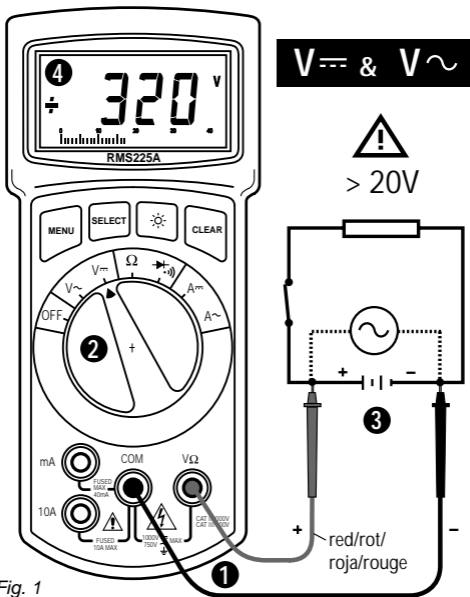

Fig. 1
## **DC AND AC VOLTAGE MEASUREMENT (See Fig. 1)**
① Connect test leads as shown in figure 1. ② Turn function selector switch to  $V \sim$  or  $V \text{---}$ . ③ Touch Probe tips across voltage source (in parallel with circuit). ④ Voltage value will appear on Digital Display along with the voltage polarity (for DC).
### ***D • Gleich- und Wechselspannungsmessung (Siehe Fig. 1)***
- ❶ Meßkabel gemäß Fig.1 verbinden.
- ❷ Funktionsschalter auf  $V\sim$  or  $V=$  stellen.
- ❸ Meßspitzen mit Meßkreis verbinden – parallel zur Spannungsquelle.
- ❹ Meßwert ablesen (automatische Polaritätsanzeige bei DC Messungen).
## E • Medidas de tensión CC y CA (DCV y ACV) - (vea Fig 1)
### **F • Mesure de Tensions CC et CA (voir fig. 1)**